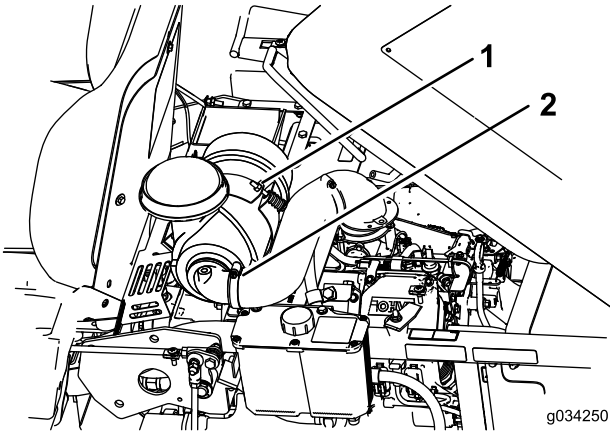

Figure 31
4. Desserrez le boulon qui fixe le filtre à air (Figure 31).
5. Desserrez le collier qui fixe le flexible et déposez le filtre à air (Figure 31).